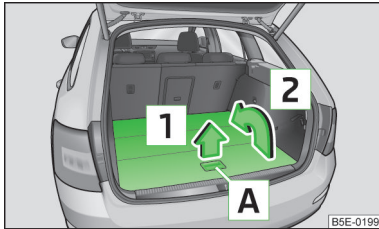

Abb. 99
- › Den hinteren Teil des variablen Ladebodens am Griff **A** » Abb. 99 fassen und in Pfeilrichtung **1** anheben.